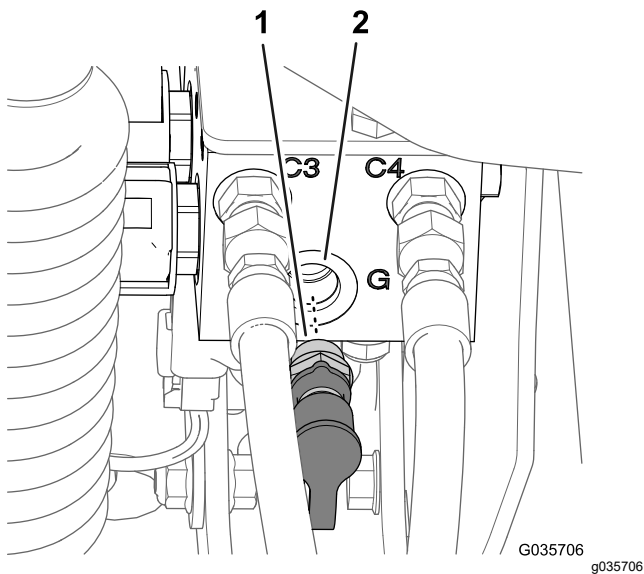

図 10
4. 既存の昇降シリンダ用マニホールドのポート G から、診断用フィッティングとキャップを外す 図 10。